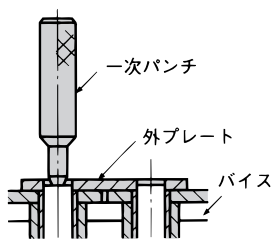

図4. 一次パンチでピンをたたく
- 4) ローラチェーンのサイズに合った一次パンチ（7頁4.2項参照）をグラインダで削ったピンの頭に当て、一次パンチの頭をハンマでたたきます。この際、外リンクの一对のピンが平行に抜けるように交互にたたきます。外プレートからピンが抜ける直前までたたきます。（図4）